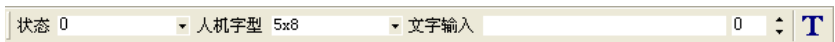

图 2-23 对象快速编辑工具栏
- **对象快速编辑工具栏**：提供对选择对象切换状态与输入文字、设置字型的功能按钮。如图 2-23。